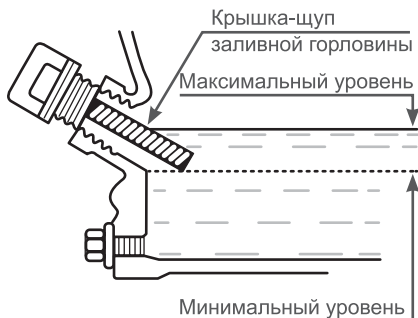

Рис. 16 Уровень масла в картере
2. Снимите крышку/щуп маслозаливного отверстия (A) Рис. 16.
4. Установите на место крышку/щуп, не закручивая его. Снова извлеките щуп, уровень масла должен соответствовать верхней отметке на щупе (B) Рис.16, что соответствует нижнему краю маслозаливной горловины.
Нормальным считается, когда масло находится на уровне нижнего края заливной горловины Рис.16.